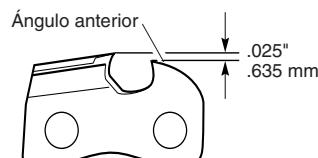

Figura 23 - Redondeo del ángulo anterior de la medida de profundidad
- Retire el calibrador de medida de profundidad. Utilice una escofina plana para redondear la esquina frontal de la medida de profundidad del elemento de corte (vea la Figura 23).